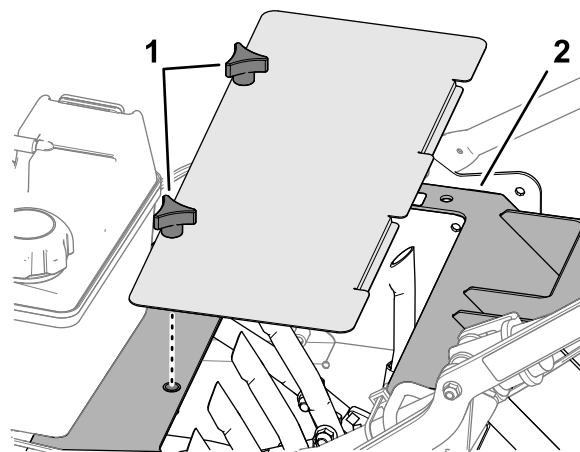

Figura 26
1. Alinee las pestañas de la tapa de acceso a los taladros con el hueco de la carcasa de los taladros (Figura 26).